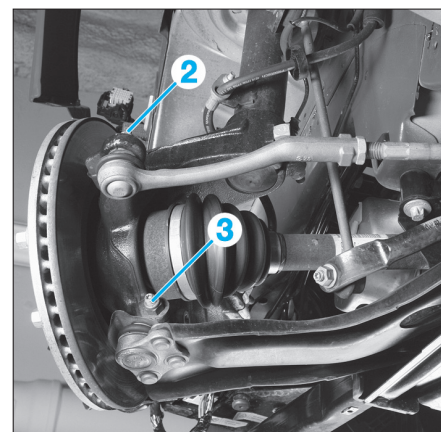

Fig. 2
• Déposer l'écrou (1) et (2) (Fig.2).